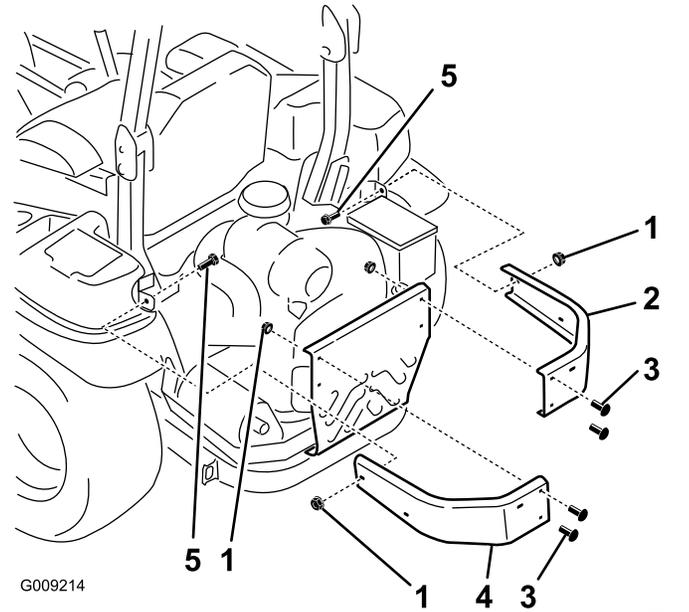

Figure 4
2. Montez les nouveaux pare-chocs gauche et droit à l'aide de 2 boulons de carrosserie ( $\frac{3}{8}$  x  $1\frac{1}{4}$  po), 4 des boulons de carrosserie retirés précédemment et 6 écrous à embase ( $\frac{3}{8}$  po), comme montré à la Figure 4.
1. Retirez les écrous et les boulons qui fixent les pare-chocs latéraux sur la machine (Figure 4).